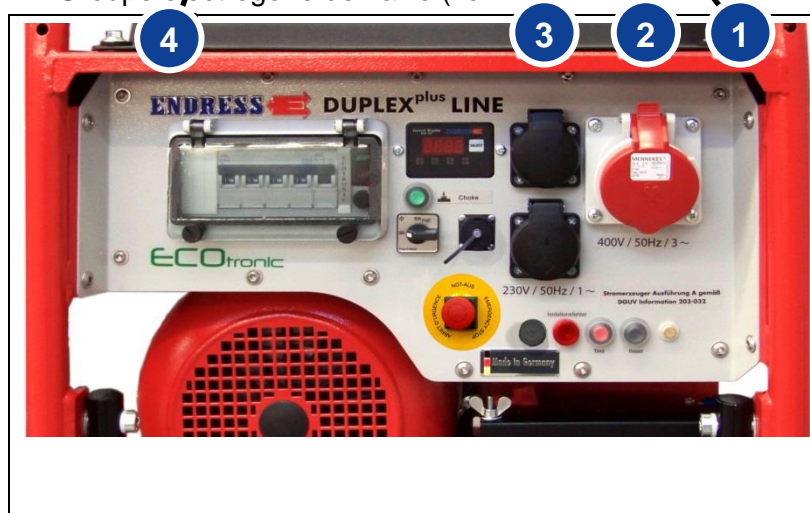

Fig. 5-2: Surveillance de l'isolement
3. Appuyez sur la touche de test (voir Fig. 5-2-(2))
- ✓ Le voyant (Fig. 5-2-(3)) et la position du disjoncteur (Fig. 5-2-(4)) indiquent le résultat :
- 1. A l'issue du contrôle, appuyez sur la touche de réinitialisation (voir Fig. 5-2-(1)) et remplacez le disjoncteur en pos. 1 pour pouvoir faire fonctionner l'appareil.
- ✓ Le voyant lumineux (voir Fig. 5-2-(3)) et la position du disjoncteur indiquent le résultat :
- 2. Après avoir éteint l'équipement asservi et avoir débranché le connecteur, appuyez sur la touche de réinitialisation (voir Fig. 5-2-(1)) et remplacez le disjoncteur en pos. 1 pour pouvoir faire fonctionner l'appareil.
- ✓ Le disjoncteur (*Fig. 5-2-(4)*) se déclenche (Pos. 0)